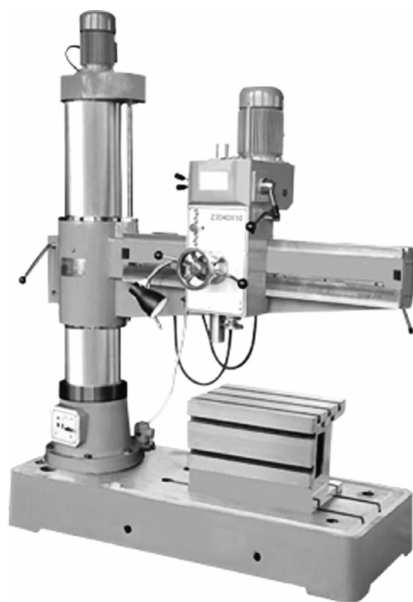

图 0-7 摇臂钻床
③摇臂钻床。摇臂钻床(见图 0-7)的主轴变速箱能在摇臂上做较大范围的移动,摇臂能绕立柱中心做 360°回转运动,并可沿立柱上下移动,故摇臂钻床能在很大范围内工作。摇臂钻床的主轴转速范围和走刀量范围比较宽,因此工作时可获得较高的生产效率和加工精度。